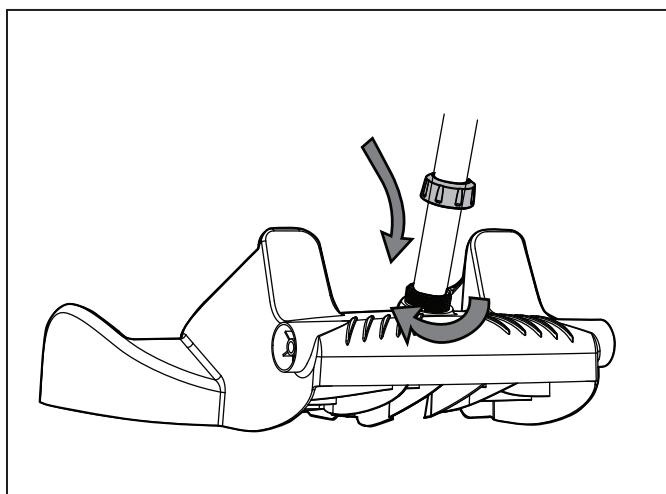

Figura 4. Ajuste la tuerca de mano para asegurar la pieza
4. Deslice la tuerca de mano a través del tubo y hágala girar para ajustarla a la unidad de base (Figura 4).